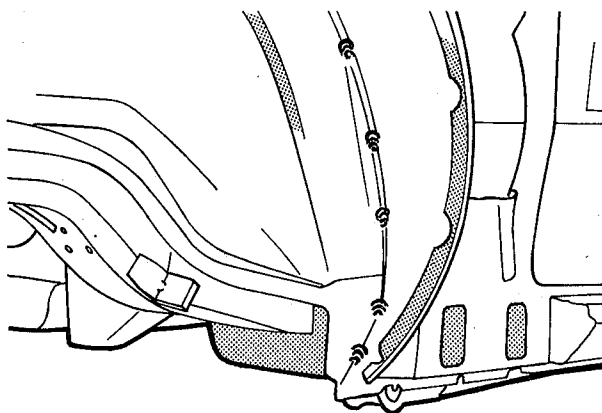

fig. 166
8. Soldar internamente, pelo sistema MIG, o novo painel da caixa da roda (fig. 166)